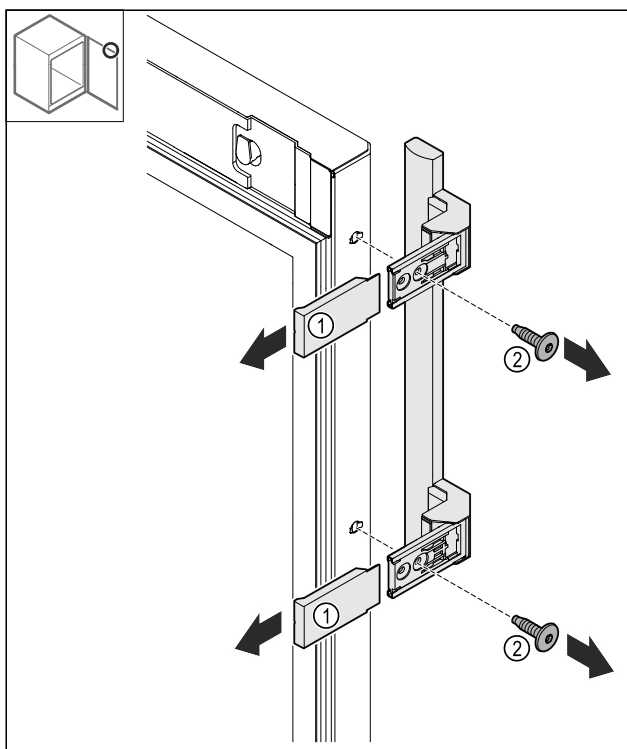

Fig. 26
- Abdeckungen Fig. 26 (1) abziehen.
- Schrauben Fig. 26 (2) lösen.